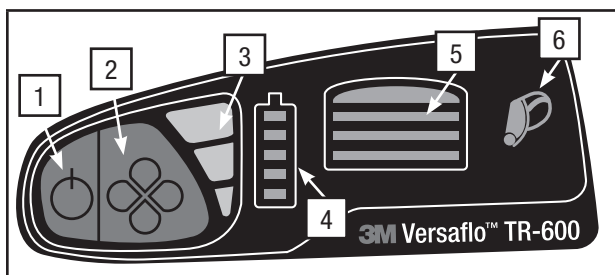

Fig. 14 – Interface do Usuário do Motor/ventilador
- Pressione e segure o botão azul menor, de força (Fig. 14, nº. 1) por 1 segundo. A unidade irá ligar e executar um auto-diagnóstico. O nível do fluxo, e os indicadores do nível de fluxo, carga do filtro, e carga de bateria, começarão a piscar, e o alarme sonoro e vibratório será acionado. O indicador da bateria (Fig. 14, nº. 4) mostrará o estado da carga da bateria. O filtro indicador mostrará a capacidade restante do filtro (Fig. 14, #5). **O piscar contínuo e/ou o som de qualquer alarme indica uma condição de falha, que deve ser corrigida antes do uso do sistema respiratório. Se os alarmes sonoros, ou indicadores visuais, não forem acionados no início, não use o sistema. Remova-o e consulte o seu supervisor.**
- Existem três configurações para o usuário do fluxo de ar selecionável - padrão, médio e alto fluxo. O motor/ventilador iniciará no ajuste do fluxo padrão. Pressionando e segurando o botão maior do controle de fluxo (Fig. 14, nº 2) durante 1 segundo dará um ciclo ao motor/ventilador para a próxima das três configurações de fluxo. Um bip e o fluxo de LED no seu indicador de ajuste, (Fig. 14, nº 3) indica um fluxo padrão, dois bips e dois fluxos de LED indicam um fluxo médio, três bips e três fluxos de LED indicam um fluxo alto. Pressionando o botão de controle de fluxo, o ciclo retorna para a configuração de fluxo padrão.
- Pressione e seguro o botão azul de energia durante 2 segundos (Fig. 14, nº 1).
Para conservar a carga da bateria, o display irá para o “modo sono” 30 segundos após o último botão pressionado. O indicador da velocidade de fluxo periodicamente irá piscar com a configuração de fluxo atual (Fig. 14, nº 3). Para ativar o display, pressione qualquer botão do display.
O indicador nível/alarme da bateria (Fig. 14, nº 4) mostra o estado da carga remanescente. Este indicador do estado da carga espelha o indicador da carga da bateria. O número de barras iluminadas indica o estado da carga aproximada remanescente: 5 barras = 80 a 100%, 4 barras = 60 a 80%, 3 barras = 40 a 60%, 2 barras = 20 a 40%, 1 barra = < 20%, 1 barra piscando = < 10%. O indicador do estado de carga é baseado na capacidade de carga original. Não recalibra de novo quando a bateria envelhece, e o número de barras iluminadas de uma bateria com carga completa, também diminuirá conforme a bateria perde naturalmente a sua capacidade. Esta é uma característica de segurança de modo que, ao longo da vida da bateria, o número de barras indicando o estado da carga da bateria, acesa constantemente, indica o tempo aproximado de vida que resta (com uma dada configuração do sistema e uma carga de filtro). **Quando o alarme de baixa bateria soar, os usuários devem sair imediatamente da área de risco e substituir a bateria.**
O indicador de carga do filtro (Fig. 14, nº 5) monitora a queda de pressão no sistema. O aumento da carga de contaminantes no filtro causa queda de pressão no sistema. O aumento de contaminantes no filtro é indicado pela extinção progressiva dos LEDs no indicador da carga do filtro. Conforme aumenta a queda de pressão, a velocidade da ventoinha do motor/ventilador aumenta para compensar. Quando a ventoinha não for mais capaz de compensar e fornecer um fluxo de ar adequado, o alarme do motor/ventilador será acionado. Um aviso de fluxo baixo é indicado pela LUZ VERMELHA piscando no LED inferior do indicador da carga do filtro. **Quando o alarme de baixa fluxo soar, os usuários devem sair imediatamente da área de risco e substituir o filtro/cartucho e/ou o pré-filtro/tela contra fagulhas.**
- Continue pressionando firmemente com a palma da mão contra a extremidade da saída, vedando hermeticamente. Em menos de aproximadamente 30 segundos, o aparelho irá soar um alarme sonoro e vibratório, e na barra inferior filtro carregado/indicador de fluxo de ar indicará piscando em vermelho. (Fig. 14, #5).